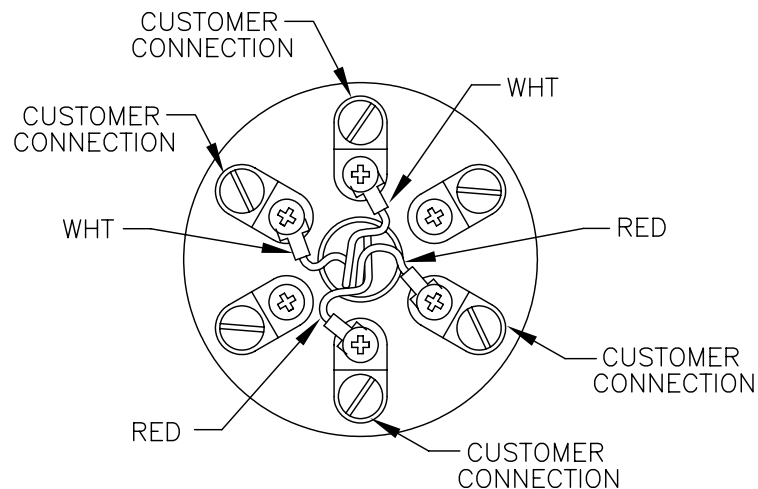

Figure 6 (bloc de jonction RTD)
6. Assemblez et installez le RTD en suivant les instructions fournies avec le kit RTD. Câblez le RTD à l'unité suivant les codes locaux. Voir page 7 pour plus d'informations. Voir également les figures 6 et 9 pour les terminaisons des câbles.